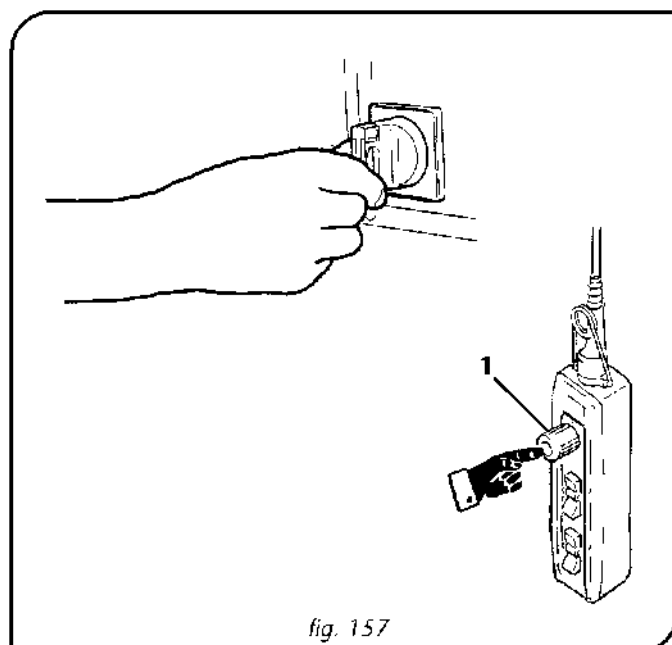

fig. 157
1. Odłączyć wózek od prądu poprzez naciśnięcie przycisku awaryjnego zatrzymania, ustawienie dźwigni wyłącznika w pozycji "O" lub "OFF" a następnie bezpiecznie zbliżyć się do strefy prac, zabierając panel przyciskowy na górę aby zapobiec manewrowaniu nim z ziemi (rys. 157).